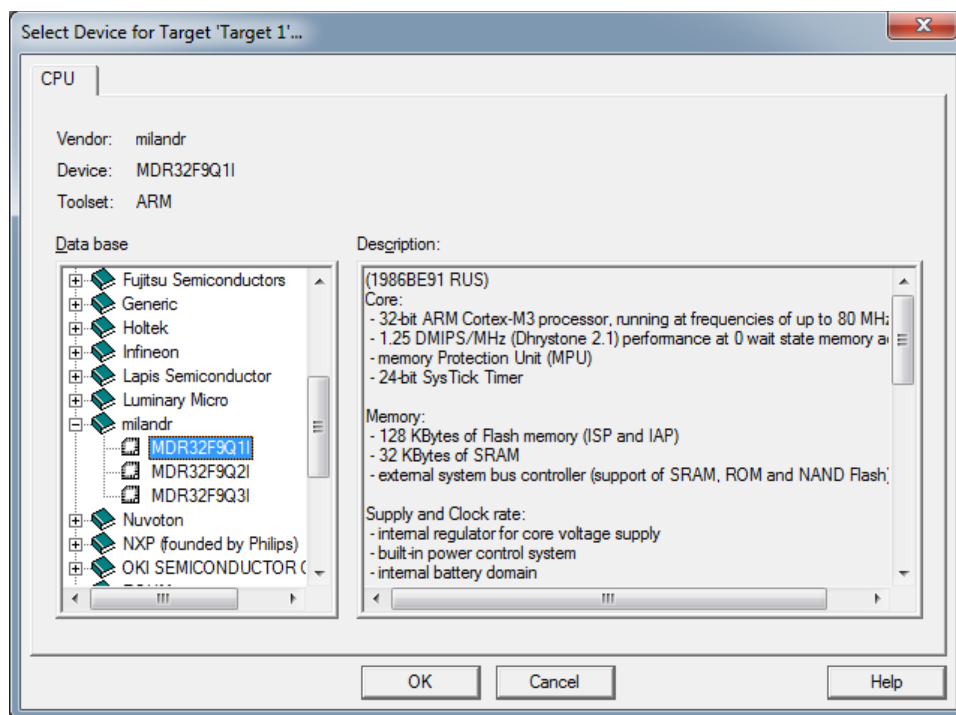

Рис. 4
3.2.1. При создании нового проекта необходимо выбрать контроллер MDR32F9Q1I (Рис.4)